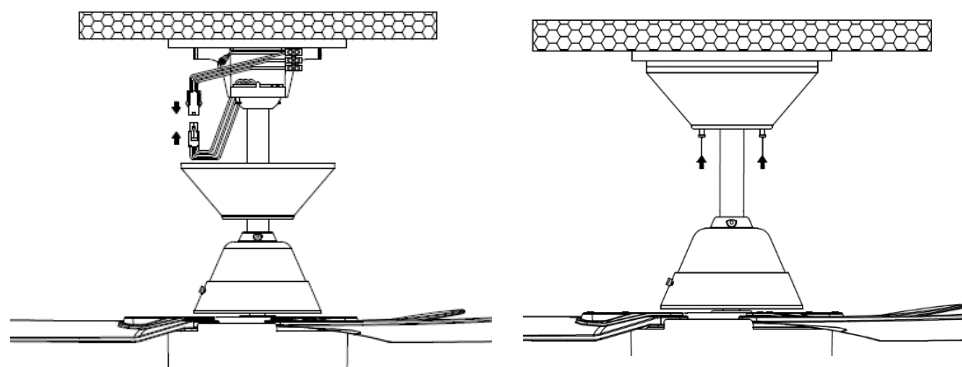

Fig. 10
- Couvrir le support de montage avec la voile. Assurer que tous les câblages électriques soient dans la voile et qui ne soient pas endommagés pendant cette procédure. Assurer la voile au support de suspension en utilisant les vis. Fig 10